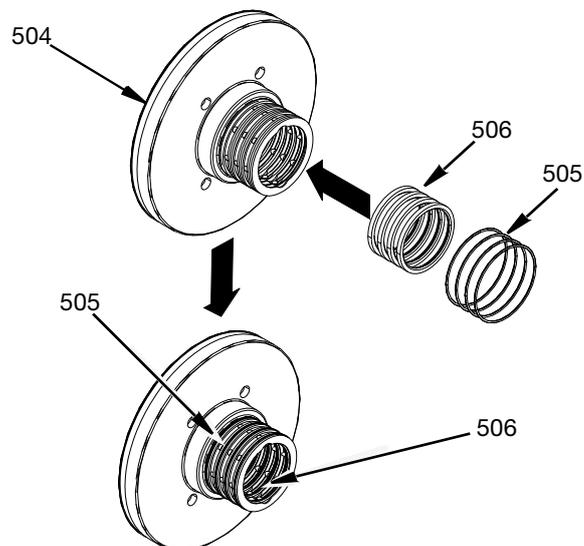

FIG. 24
- Installez les joints toriques (505) et les joints d'air (506) sur le roulement de la bague du distributeur d'air (504). Voir FIG. 24.